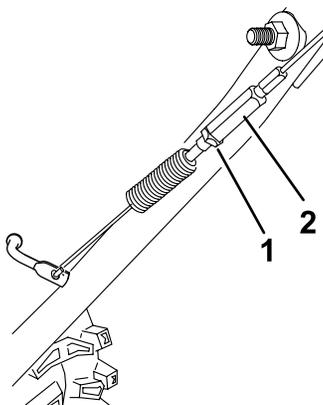

Figura 27
5. Allentate il controdado (Figura 27).
6. Allentate o serrate il tornichetto che regola la tensione del cavo (Figura 27).